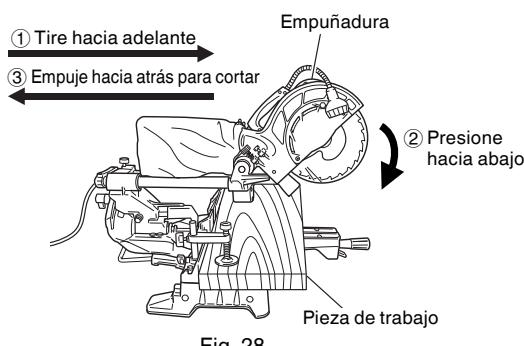

Fig. 28
Después presione hacia abajo la empuñadura y deslice la hoja de sierra hacia atrás para cortar la pieza de trabajo como se indica en la Fig. 28. Esto facilitará el corte de piezas de trabajo de hasta 2-9/16" (65mm) de altura y 12-1/4" (312mm) de anchura.
(2) Piezas de trabajo de hasta 2-15/16" (75mm) de altura y 10-5/16" (262mm) de anchura: Las piezas de trabajo de hasta 2-15/16" (75mm) de altura y 10-5/16" (262mm) de anchura podrán cortarse de la misma forma que la descrita en el párrafo 6-(1) anterior.
- \* Para el corte deslizable, siga los procedimientos indicados en la Fig. 28 anterior.